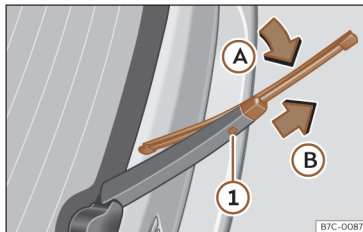

Fig. 185 Remplacement du balai d'essuie-glace arrière.
- Faites pivoter légèrement le balai d'essuie-glace >>> **fig. 185** (flèche **A**).
- Maintenez la touche de déverrouillage **①** enfoncée et tirez en même temps sur le balai dans le sens indiqué par la flèche **B**.
- Insérez sur le bras d'essuie-glace arrière un balai d'essuie-glace neuf **de même longueur et de même type** dans le sens contraire de la flèche **B** et jusqu'à ce que la touche **①** s'encastre.